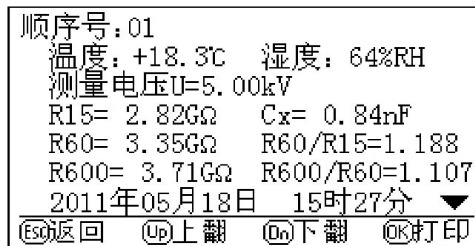

图 16
4.4 在图 2 所示的界面下，若选择记录查询操作，将会显示以前测量且存储的各组数据，如图 16 所示，可根据显示屏下方的按键功能提示进行上翻页、下翻页、数据打印等操作。